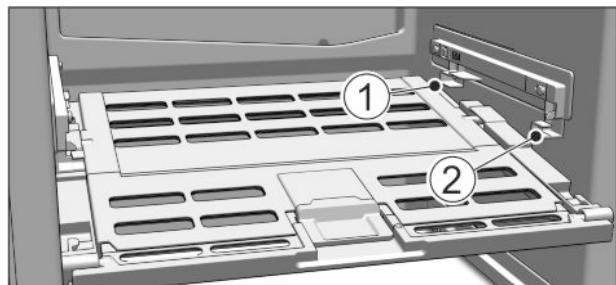

Fig. 10
- Вставляння кришки відділення Fruit & Vegetable-Safe: вставити поперечні ребра кришки знизу у задній траміч Fig. 10 (1) і зафіксувавши спереду у трамічі Fig. 10 (2).